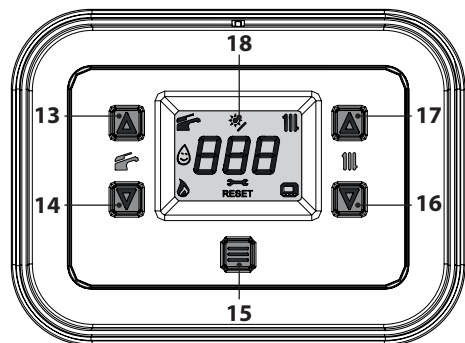
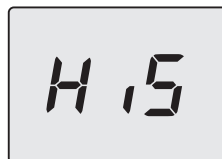

Figura 6.6
Figura 6.8
- Tenere premuto per 5 secondi il tasto 15 fino a far apparire sul display entrambe i simboli e (Figura 6.6).
- Entrare in "modalità programmazione" premendo contemporaneamente per 5 secondi i tasti 14 e 16 (Figura 6.6) fino a far apparire sul display LCD le lettere **HIS** che indicano il menu "Storico delle caldaia" (Figura 6.8).
- Premere il tasto 15 (Figura 6.6) per attivare la funzione. Il display visualizzerà quanto segue (Figura 6.10 e Figura 6.11).
- tenere premuti contemporaneamente i tasti 14 e 16 per 5 sec. (Figura 6.6) (ritorno al livello precedente).
- Spegnere la caldaia tenendo premuto per 5 secondi il tasto 15 (Figura 6.6) fino a far apparire sul display LCD il simbolo **— — —** (i trattini vengono accesi in sequenza per simulare uno scorrimento) (Figura 6.5).